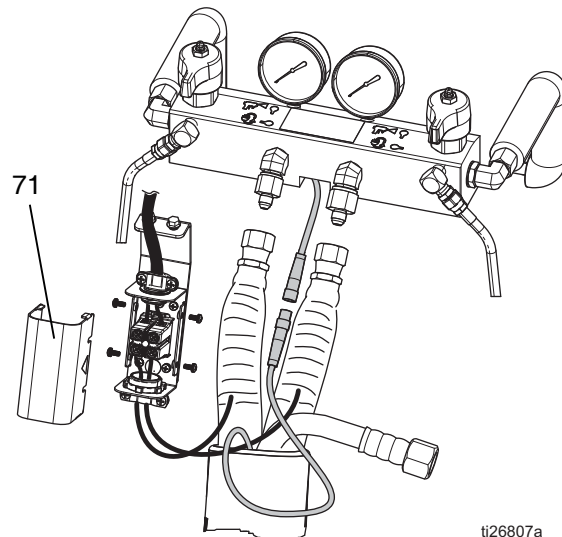

FIG. 71: Boîtier de raccordement électrique du flexible chauffé
2. Enlever le couvercle (71). Voir la FIG. 71.
3. Débranchez les fils du système (139) sur le doseur.
4. Débrancher les fils du tuyau sur le bornier (AS).